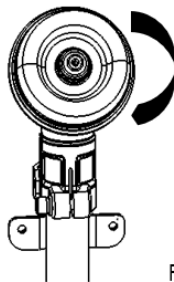

Fig.2
1. Retire a porca (sentido dos ponteiros do relógio), a tampa anti-pó e a placa de suporte da caixa de velocidades; (Fig. 2 e 3).